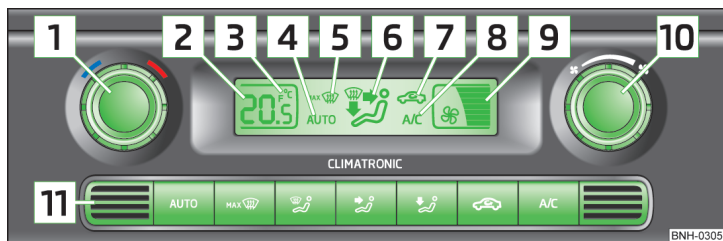

Fig. 83 Elementele de operare a Climatronic
Pentru **cuplare** apăsați tasta simbol . Pe afișaj apare simbolul (Poz. **7**) » fig. 83 la pagina 86).
Funcțiile elementelor de operare individuale și ale indicatoarelor de pe afișaj » fig. 83
Valoarea setată a temperaturii se afișează pe afișaj (Poz. **2** » fig. 83).
Pe display se afișează datele în unitatea dorită de măsură a temperaturii (Por. **3** » fig. 83).
Turația setată a ventilatorului se prezintă pe afișaj prin afișarea numărului de segmente respectiv (poz. **9** » fig. 83).
Pentru **activare** apăsați tasta **AUTO**. Pe afișaj apare **AUTO** (Poz. **4** » fig. 83).
- Nu lipiți nimic peste senzorul pentru temperatura din interior **11** » fig. 83 și nu-l acoperiți, în caz contrar se poate influența în mod nefavorabil sistemul Climatronic.